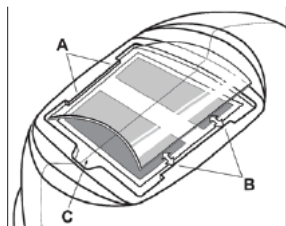

Figura 1
Reemplazo de la Cubierta Frontal: Reemplace el lente de la cubierta frontal si está dañado – cuarteado, sucio o perforado. Coloque su dedo o pulgar en el hueco (C) en el borde inferior del lente de cubierta y flexione el lente hacia arriba hasta soltarlo de los bordes marcados como A y B. (Consulte la figura 1). Utilice sólo los lentes de cubierta frontales de reemplazo especificados en este manual